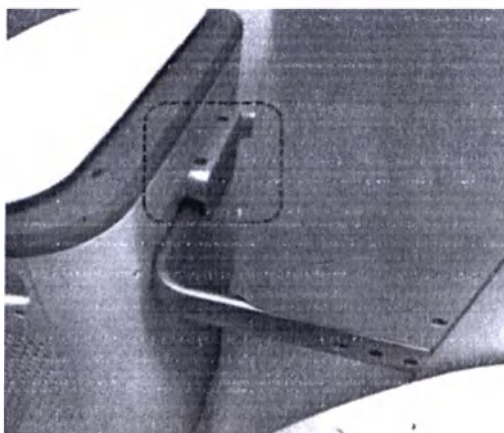

Рис. 4 DIXION Revo-sim правильно смонтированный на консоли хирурга
4. Отрегулируйте положение DIXION Revo-sim таким образом, чтобы крючок на верхней задней части DIXION Revo-sim соединился с задней ручкой консоли хирурга, как показано на рис. 4.